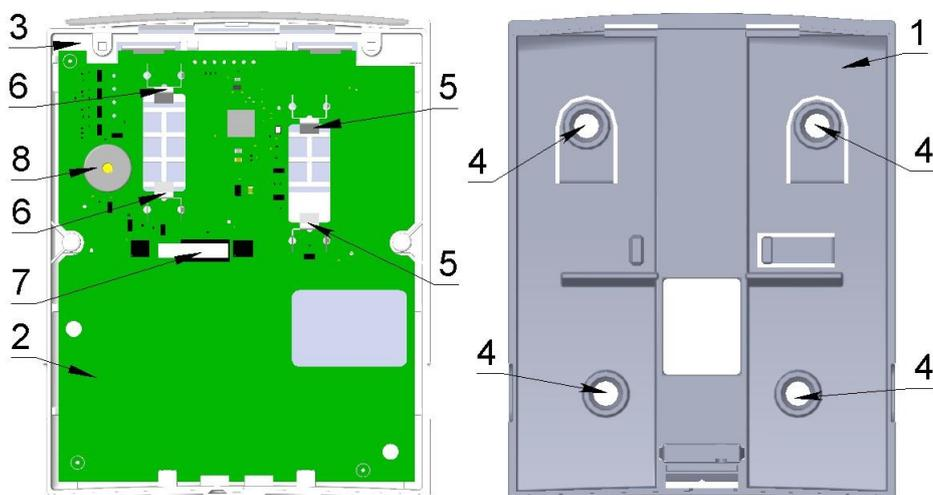

Рисунок 2 – Плата клавиатуры в крышке и основании.
Клавиатура состоит из основания корпуса (1), печатной платы (2), установленной в крышке (3). На основании корпуса (рис. 2) расположены четыре отверстия для крепления на плоскость конструкции (4).